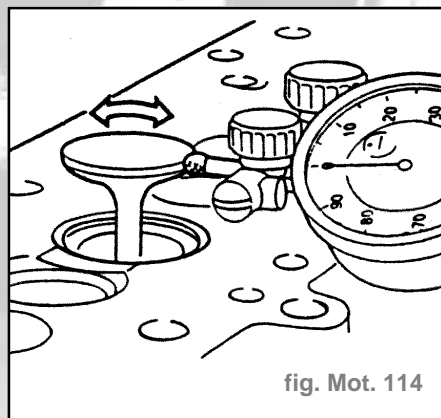

fig. Mot. 114
- Jeu de bascule maxi admissible (mm) (fig. Mot. 114) **0,5**